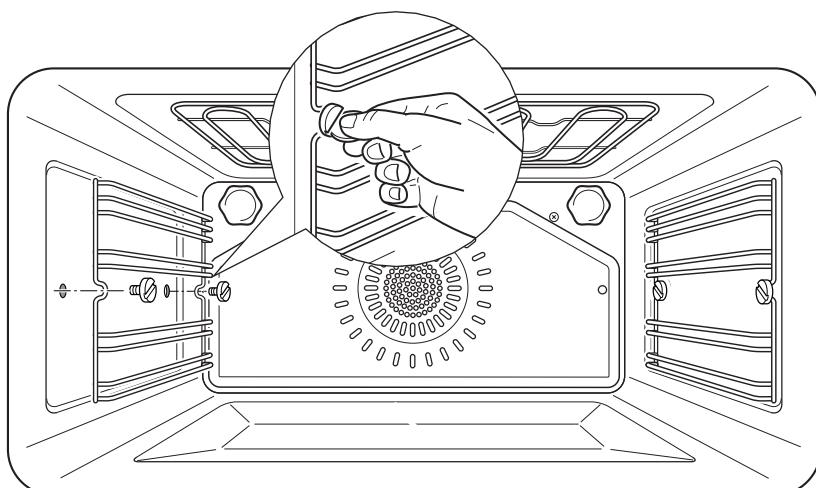

Fig. 6.1
- Monter les châssis latéraux, en les fixant aux parois du four par 2 vis (fig. 6.1).